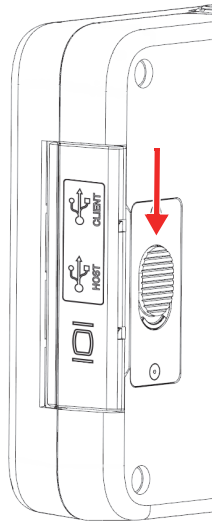

Abbildung 3-3 Entriegelungstaste der Datenportabdeckung
1. Drücken Sie auf die Entriegelungstaste der Abdeckung und schieben Sie sie zur Unterseite des Geräts, um die Abdeckung des Datenports zu entriegeln (siehe Abbildung 3-3 auf Seite 44).